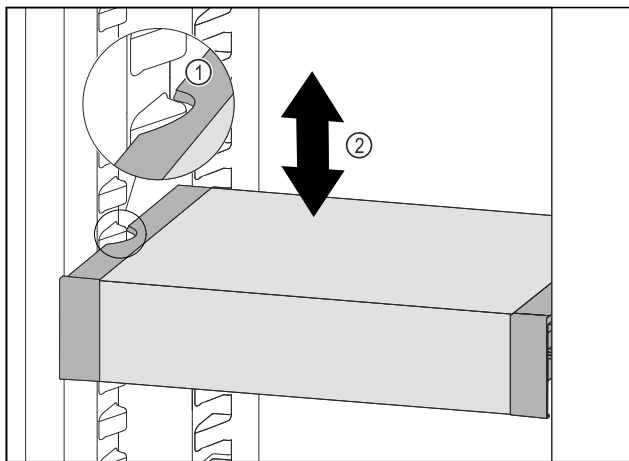

Fig. 146
- Потягнути VarioSafe вперед, поки бокові заглиблення VarioSafe не опиняться на рівні ребра для резервуара в охолоджувальному відділенні. Fig. 146 (1)
- Пересувати VarioSafe вгору або вниз в охолоджувальному відділенні до тих пір, поки не досягнете бажаної висоти. Fig. 146 (2)